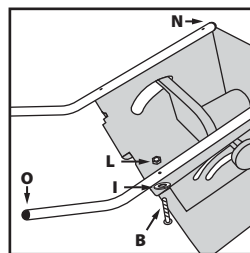

Fig. 3
- Collegare i due componenti al corpo principale dell'utensile usando gli elementi di fissaggio **B, I** e **L (Fig. 3)**.